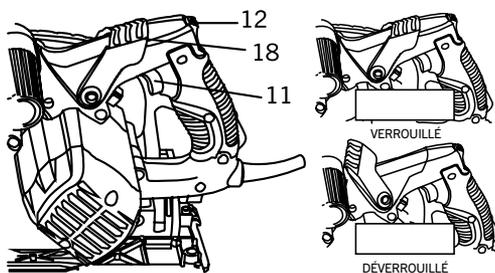

Fig. 5
1. Pour allumer la scie, poussez vers l'avant le dégagement de plongée (12), puis appuyez sur l'interrupteur à gâchette MARCH/ARRÊT (11) (Fig. 5).
REMARQUE: Assurez-vous que le bouton de sécurité (18) est en position « verrouillée » avant de démarrer l'outil, sinon, si le bouton de sécurité est en position « déverrouillée », l'outil ne démarrera pas. (Fig. 5)